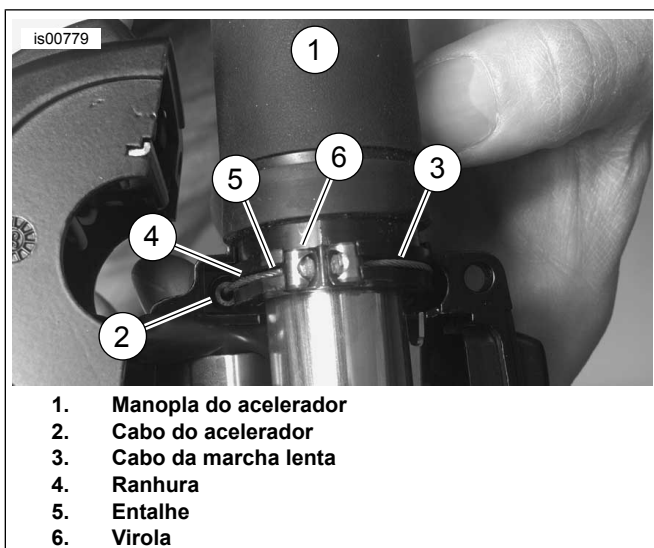

Figura 12. Conexões do cabo do acelerador/marcha lenta na manopla
5. Veja a Figura 12. Deslize a extremidade superior da manopla de controle do acelerador (1) do lado direito do guidom até que se assente contra a extremidade fechada. Gire a manopla para que os entalhes das virolas (6) fiquem na parte superior.
6. Posicione a estrutura inferior dos interruptores debaixo da manopla de controle do acelerador. Coloque uma virola de latão nos cabos do acelerador (2) e da marcha lenta (3) para que as conexões das extremidades assentem no recesso da virola (6). Assente as virolas em seus respectivos entalhes (5) na manopla de controle do acelerador (1). Verifique se os cabos são capturados nas ranhuras (4) moldadas na manopla.